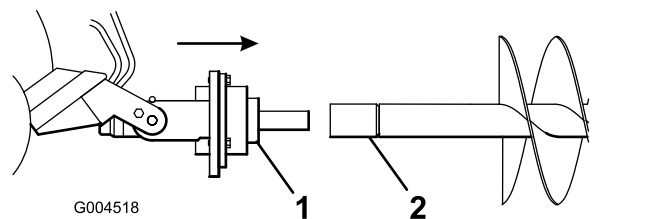

Рисунок 7
8. Направьте ведущий вал в конец вала шнека или удлинителя (если он установлен), как показано на рис. Рисунок 7.